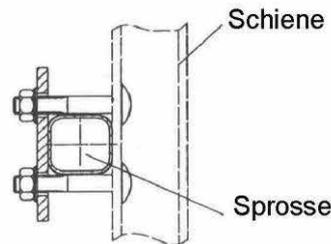

Abb. 2
- Abb.:2 Darstellung Rückseite Läufer
Befestigung der Steigschutzschienen an der Leitersprosse (Abb. 2) im Abstand von 1,68 m, bei kleineren Leiterlängen jedoch mindestens 4 Befestigungspunkte.